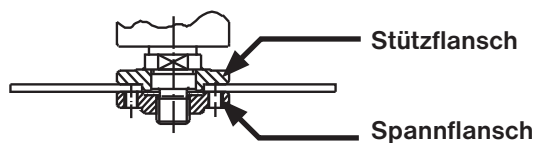

Abb.10
- b) Für dicke Schleifkörper (> 3 mm) mit einer gekrümmten Innenseite schrauben Sie den Spannflansch (8) mit dem hervorstehenden Ansatz zum Schleifkörper hinzeigend an (Abb. 10).